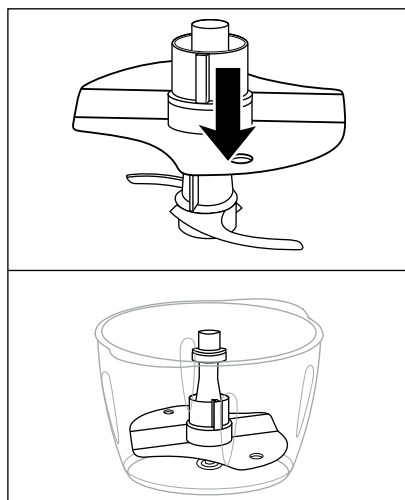

Fig. 1
- 1) Coloque a tigela ④ sobre o anel antiderrapante ⑪.
- 2) Monte o acessório de emulsificação ⑫ no porta-lâmina ⑦:
- Para bater 200–400 ml de natas, encaixe o acessório de emulsificação ⑫ no porta-lâmina ⑦, de forma que o acessório de emulsificação ⑫ fique assente e encaixe nas duas peças da lâmina ⑧ (fig. 1):